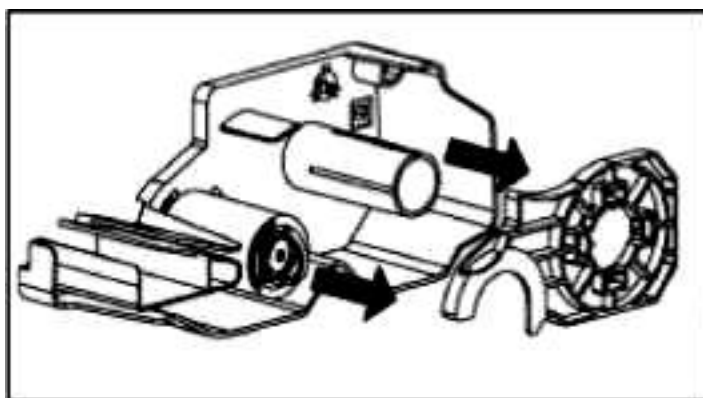

Рис.5.6 – Зняття фіксатора і приймальної катушки
4. Зніміть з картриджа фіксатор і приймальну катушку (див.рис.5.6).